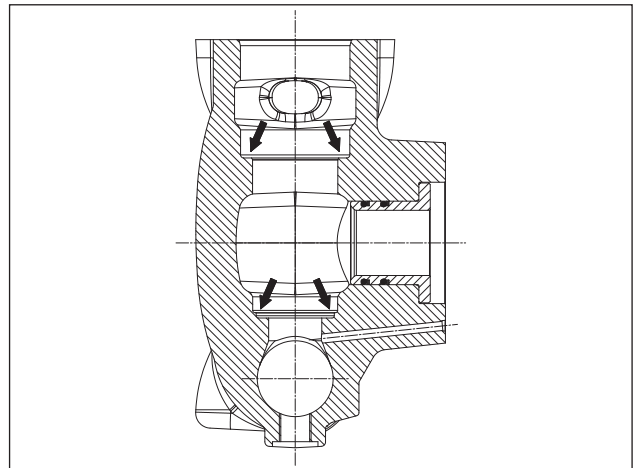

Fig. 113
Antes de reposicionar os grupos da válvula, limpe e enxugue perfeitamente as relativas ranhuras no cabeçote, indicadas pelas flechas (pos. ①, Fig. 113).